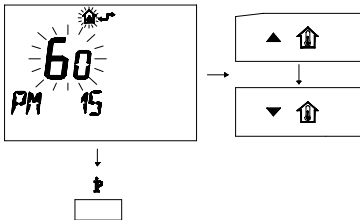

fig. 5.21
- 4 Modificare il SET programmato agendo sui pulsanti $\blacktriangle \uparrow$ o $\blacktriangledown \downarrow$ fino a visualizzare un set di 60, aspettare che il numero programmato cominci a lampeggiare fig. 5.21